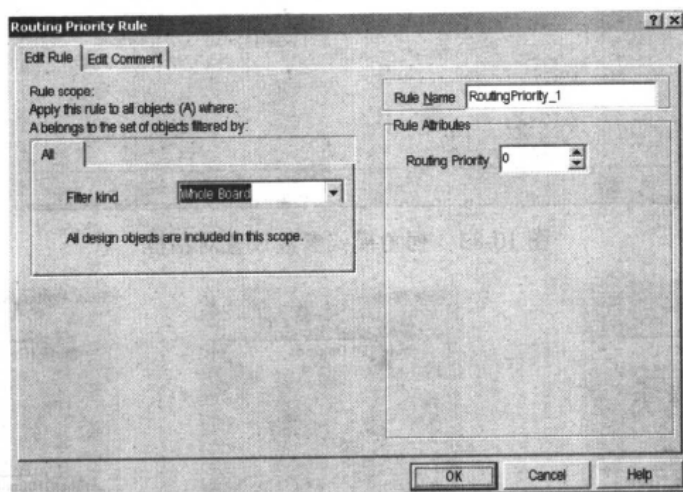

图 10-86 布线优先级设置对话框
- **Routing Priority:** 布线优先级。该规则用于设置各个网络布线的先后顺序。PCB 编辑器提供有 0~100 共 101 级优先级。100 为最高优先级, 即最先进行布线; 0 为最低优先级, 即最后进行布线。Routing Priority Rule (布线优先级) 设置对话框, 即如图 10-86 所示。在 Rule Attributes 栏中的 Rule Priority 处设置优先级。